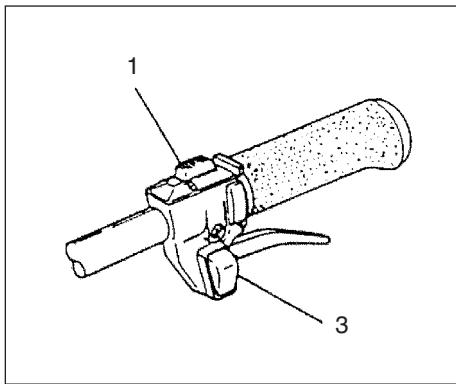

Fig. 2-2
Start (Fig. 2-2, 2B)
1. Sæt tændingskontakten (1) på positionen ON. (Fig. 2-2)
2. Tryk sikkerhedsafbryderen (2) (hvis monteret) ind, træk i gashåndtaget, og tryk på låseknappen (3). Slip derefter først gashåndtaget langsomt og derefter sikkerheds-afbryderen. Det løser gashåndtaget i startpositionen. (Fig. 2-2, 2B)